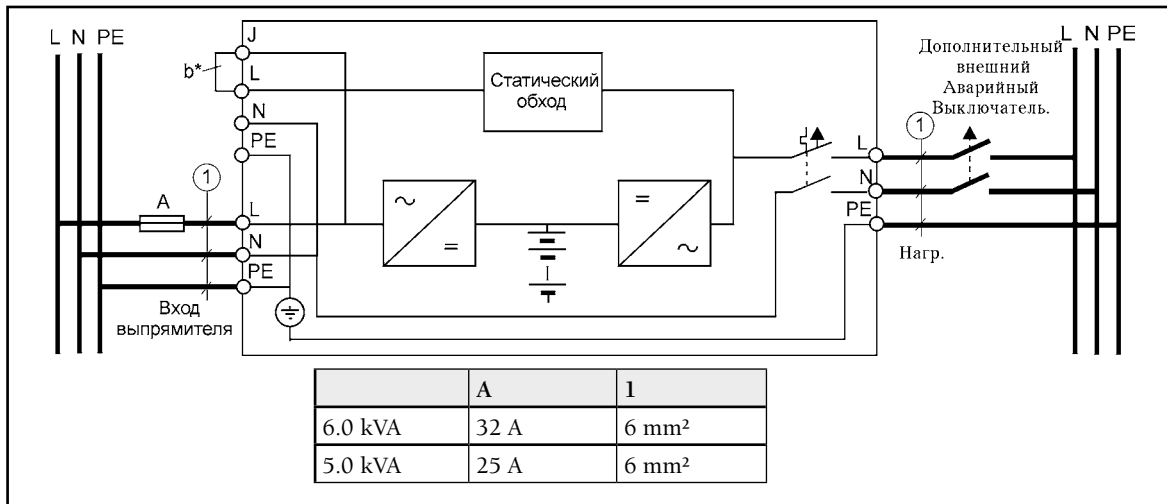
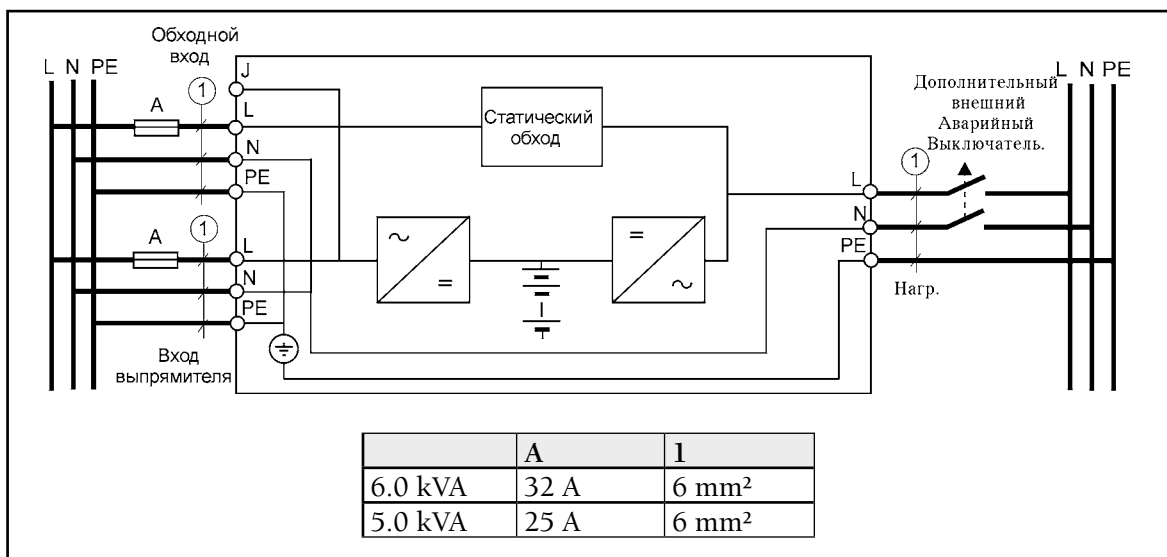

Рис. 4.
Рис. 5.
- Подключите ИБП в соответствии со следующей схемой (см. рис. 4 для подключения с помощью одного кабеля, рис. 5 для подключения с помощью двух кабелей). Если рассматривается подключение с помощью двух кабелей, то необходимо удалить соединительную перемычку (b*). (См. рис. 4)